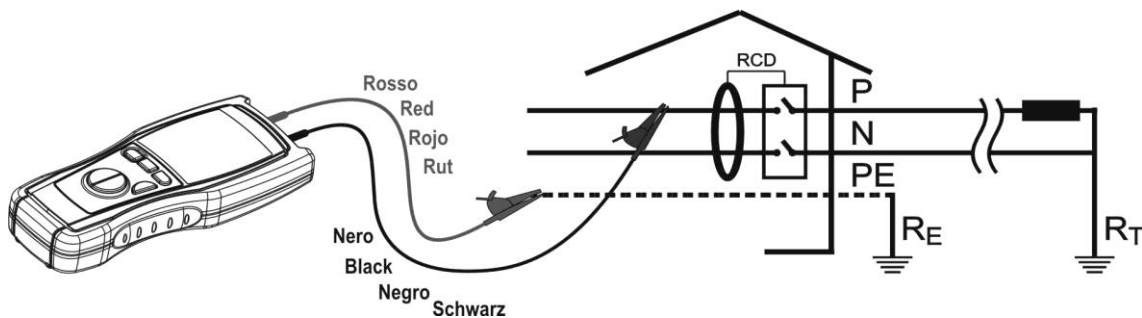

Fig. 8: Ligação dos terminais do instrumento em testes de $M\Omega$
6. Ligar os terminais do instrumento às extremidades dos condutores dos quais se pretende medir o isolamento recíproco (ver Fig. 8).